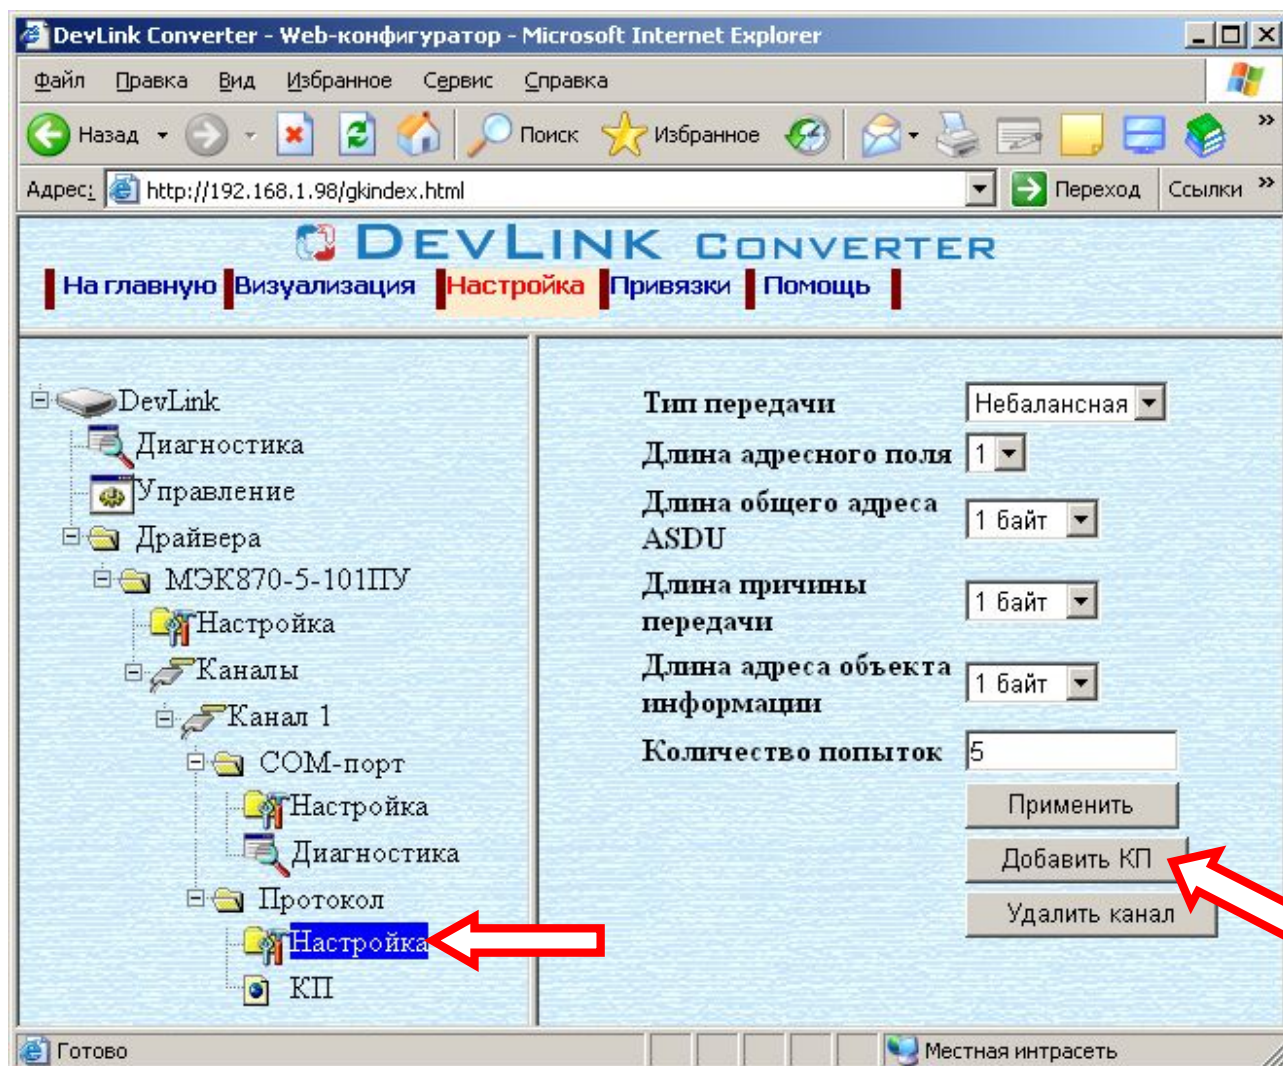

Рисунок 3.5 – Добавление КП
- Выберите в дереве объектов папку *«Настройка» протокола* (рисунок 3.5)